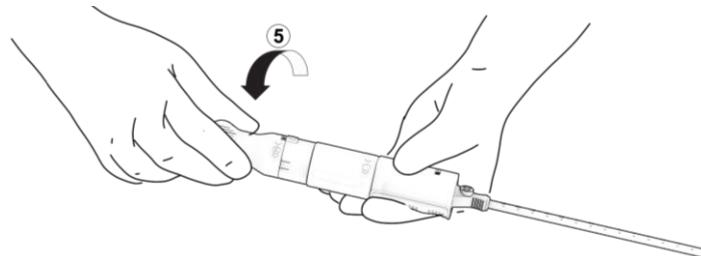

Abbildung 16. Freisetzen des Implantats.
- a. Die freie Hand auf die mit „5“ markierte Entriegelungsnocke legen und diesen Griffteil um 90° teilweise in die auf dem Gerät angezeigte Richtung bis zu den ersten Ausrichtungsmarkierungen drehen. Abbildung 16. Das Implantat befindet sich jetzt in der voll entfalteten Konfiguration, aber es ist noch an dem Griff des Geräts befestigt.